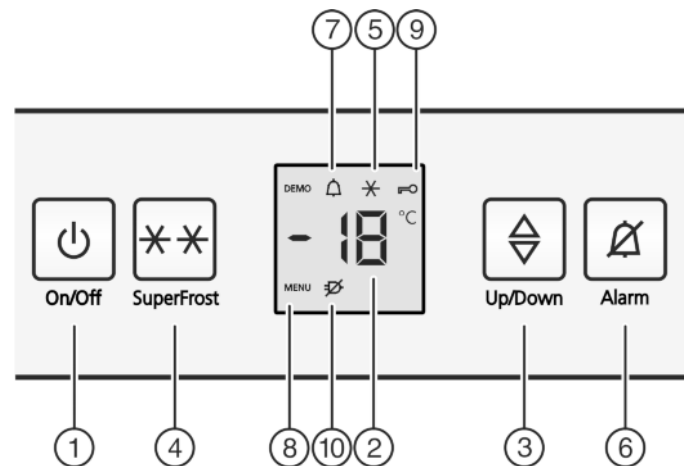

Fig. 2
- Das Symbol SuperFrost Fig. 2 (5) blinkt zusammen mit der Temperaturanzeige.\*
- ▶ Taste On/Off Fig. 2 (1) drücken.
- ▷ Das Gerät ist eingeschaltet. Die Temperaturanzeige und das Symbol Alarm *Fig. 2 (7)* blinken bis die Temperatur kalt genug ist.
- ▶ Einstellmodus aktivieren: Taste SuperFrost *Fig. 2 (4)* ca. 5 Sekunden drücken.
- ▷ In der Anzeige wird das Symbol Menu *Fig. 2 (8)* angezeigt.
- ▶ Mit der Taste SuperFrost *Fig. 2 (4)* kurz bestätigen.
- ▷ Das Symbol Kindersicherung *Fig. 2 (9)* leuchtet in der Anzeige.
- ▶ Die Taste On/Off *Fig. 2 (1)* kurz drücken.
- ▷ Das Symbol Kindersicherung *Fig. 2 (9)* erlischt.
- ▶ Taste Alarm *Fig. 2 (6)* drücken.
Gleichzeitig blinkt die Temperaturanzeige und das Symbol Alarm *Fig. 2 (7)*.
Der Tonwarner verstummt automatisch, das Symbol Alarm *Fig. 2 (7)* geht aus und die Temperaturanzeige hört auf zu blinken, wenn die Temperatur wieder ausreichend kalt ist.